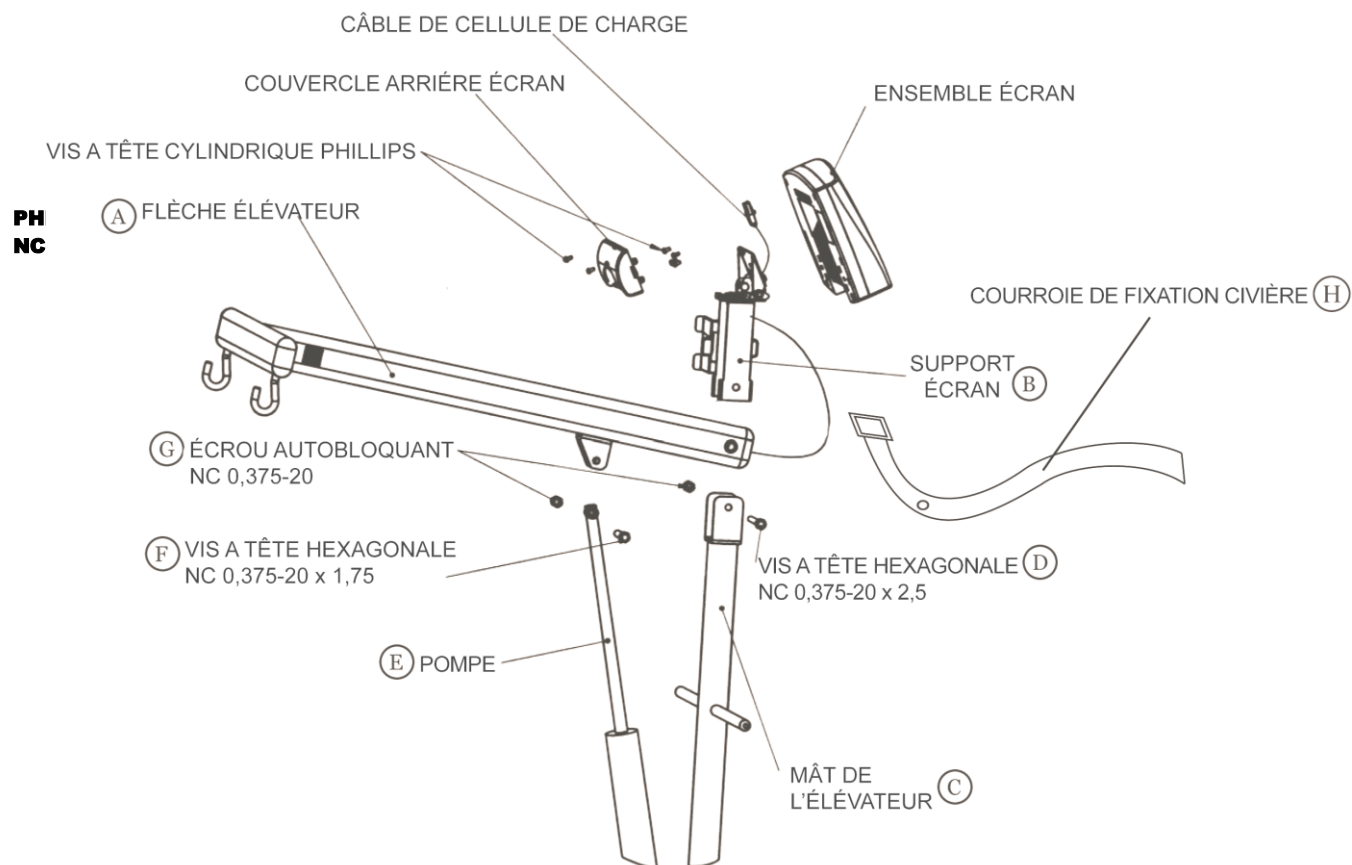

Figure 3
4. En vous référant à la Figure 3 de la page 42, reliez la Flèche de l'Élévateur (A) et le Support d'Écran (B) au Mât de l'Élévateur (C) en utilisant un boulon à tête hexagonale NC $\frac{3}{8}$ -20x2,5 po et un grand écrou autobloquant (D). Assurez-vous d'insérer le boulon à tête hexagonale NC 0,75-20x2,5 po par l'ouverture d'œillet de la Courroie de Fixation de la Civière (H) avant d'attacher le support d'écran et la flèche de l'élévateur dans le mât de l'élévateur. Note: Cette vis est sur l'axe de la Flèche de l'Élévateur, il est donc impératif que les trois pièces (Flèche, Mât et Support Écran) soient assemblées dans le bon ordre. Avec les crochets de la Flèche vers le bas, placez la Flèche de l'Élévateur (A) dans les deux côtés du Mât de l'Élévateur (C) et alignez les trous. Placez le Support Écran (B) sur le Mât de l'Élévateur (C) et la Flèche de l'Élévateur (A) et alignez les trous. Enfilez la vis à travers les trois pièces et serrez bien l'écrou autobloquant sur l'autre côté.
5. Insérez l'extrémité de la tige de la Pompe (E) dans le crochet à œillet sur la Flèche de l'Élévateur (A) et alignez les trous. Faites passer la vis 1,75 po (F) dans le crochet et le trou de la tige de la Pompe. Serrez avec un contre-écrou (G).